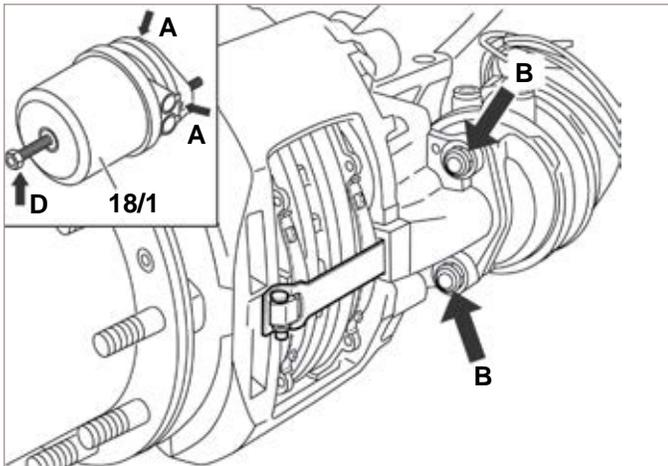

FIGURE 43 - COMPRESSION ET DÉPOSE DU RESSORT DE L'ACTIONNEUR
5.4.3 Placer le véhicule sur un sol de niveau avec les roues calées et appliquer de l'air pour relâcher les freins à ressort (freins de stationnement) à l'aide de la soupape de commande d'air du tableau de bord. Desserrer le boulon de dégagement (Figure 43, flèche « D »); utiliser un couple maximal de 35 Nm (26 pi-lb) pour comprimer le ressort relâché de la tige de poussée.
Remarque : Lors de l'installation d'un nouveau récepteur de frein à ressort, noter que des bouchons d'écoulement typiques sont installés (Cf. Figure 43, flèche « A »). Après l'installation, enlever le bouchon qui se trouve à la position la plus basse. S'assurer que tous les autres trous de drainage comportent un bouchon. Le trou de drainage sélectionné doit être orienté vers le bas (ou à  $\pm 30^\circ$ ) une fois installé dans le véhicule. Pour les récepteurs de frein à ressort, installer les garnitures avant de relâcher le ressort.